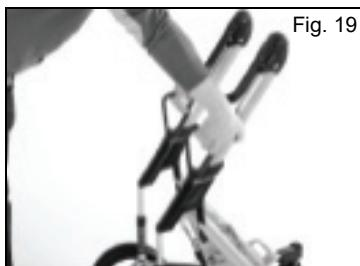

Fig. 19
2. Pliegue la barra de empuje sobre el asiento para plegar la base de movilidad (Fig. 19).